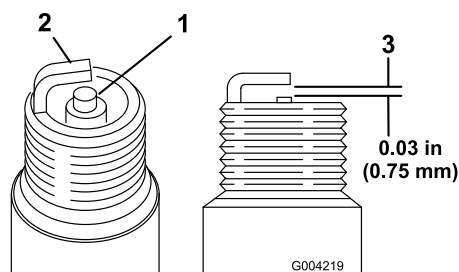

Figura 32
1. Mire la parte central de ambas bujías (Figura 32). Si se observa un color gris o marrón claro en el aislante, el motor está funcionando correctamente. Si el aislante aparece de color negro, significa que el limpiador de aire está sucio.
2. Compruebe la separación entre los electrodos central y lateral (Figura 32).
3. Si la distancia no es correcta, doble el electrodo lateral (Figura 32).